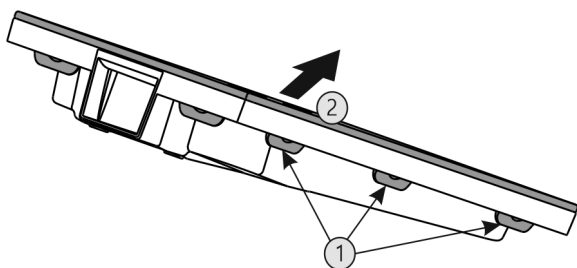

Fig. 61
- Alle Laschen Fig. 61 (1) nacheinander drücken und die Abdeckung Fig. 61 (2) entnehmen.